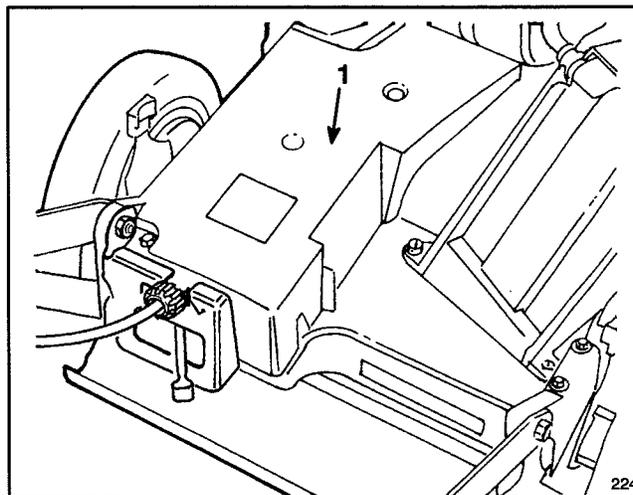

Figure 33
1. Le moteur étant coupé, retirer les vis de fixation du carter de courroie au carter de la tondeuse (Fig. 33). Déposer le carter de courroie, brosser tous les débris accumulés dans la zone de la courroie, puis remonter le carter de courroie.